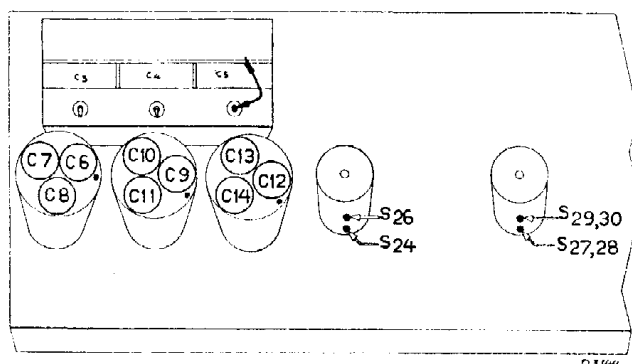

Fig. 4
5. Régler sur la puissance de sortie maximum et dans l'ordre suivant: C13, C10 et C7 (fig. 4).
8. Débrancher l'oscillateur en court-circuitant C5. (fig. 4).
4. Régler successivement les condensateurs C14, C11, et C8 (fig. 4) sur la puissance de sortie maximum.
7. Débrancher l'oscillateur en court-circuitant C5 (fig. 4).